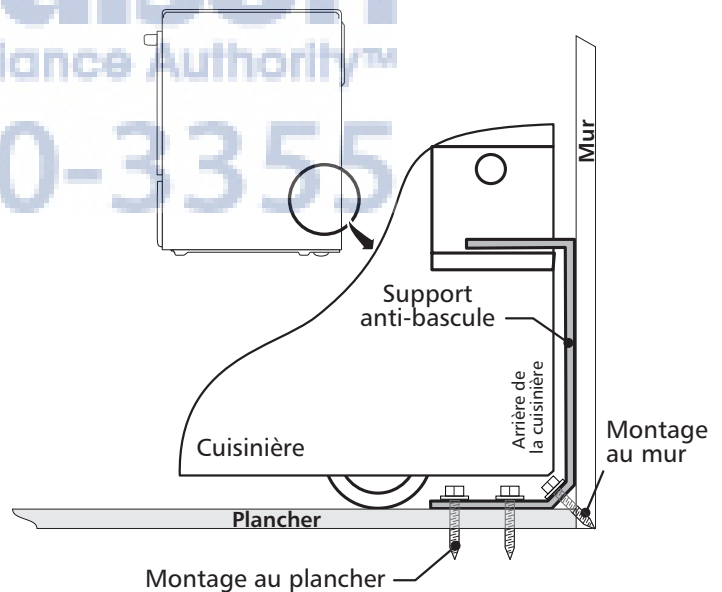

Figure 13
4. Enlevez le gabarit et placez le support anti-bascule sur le plancher. Alignez les trous dans le support anti-bascule avec les trous tracés sur le plancher (ou le mur) et fixez avec les vis fournies. Le support anti-bascule doit être fixé sur un plancher (ou mur) solide (Figure 13). Si vous le fixez à un plancher en béton, percez d'abord des trous pilotes de 3/16" (0.5 cm) de diamètre à l'aide d'un foret à maçonnerie.